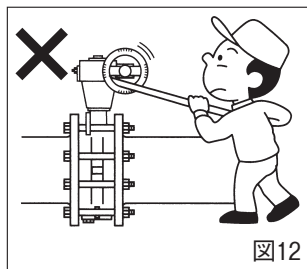

図12
X. 手動式のバルブを開閉するために二次的な道具(例：ハンドル回し等)を使用し、開閉しないでください。バルブの損傷の原因となります(図12)